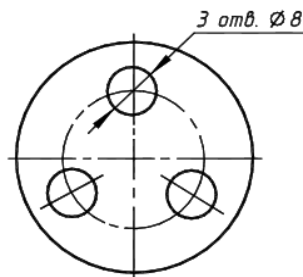

Рис.24
**Упражнение в рабочей тетради** не содержит вариантов. Все студенты выполняют надписи одного содержания, которые приведены в примере выполнения (рис.24).